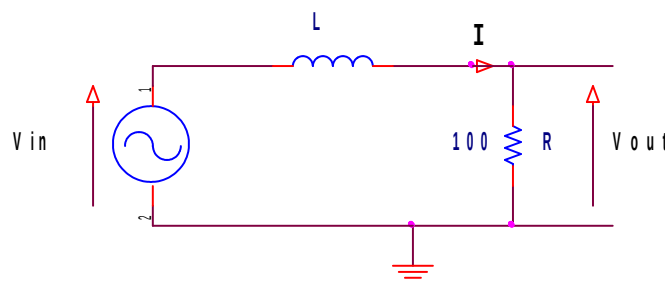

Fig.1 Circuito RL
Il circuito di fig. 1 è un modello semplificato di un motore o un elettromagnete, in cui si evidenzia una parte induttiva ed una parte resistiva. Quest'ultima rappresenta la parte che trasforma l'energia elettrica in lavoro meccanico e calore a valor medio non nullo:
2. Collegare su una basetta disponibile l'induttore ed una resistenza di un centinaio di ohm come da circuito di fig. 1.